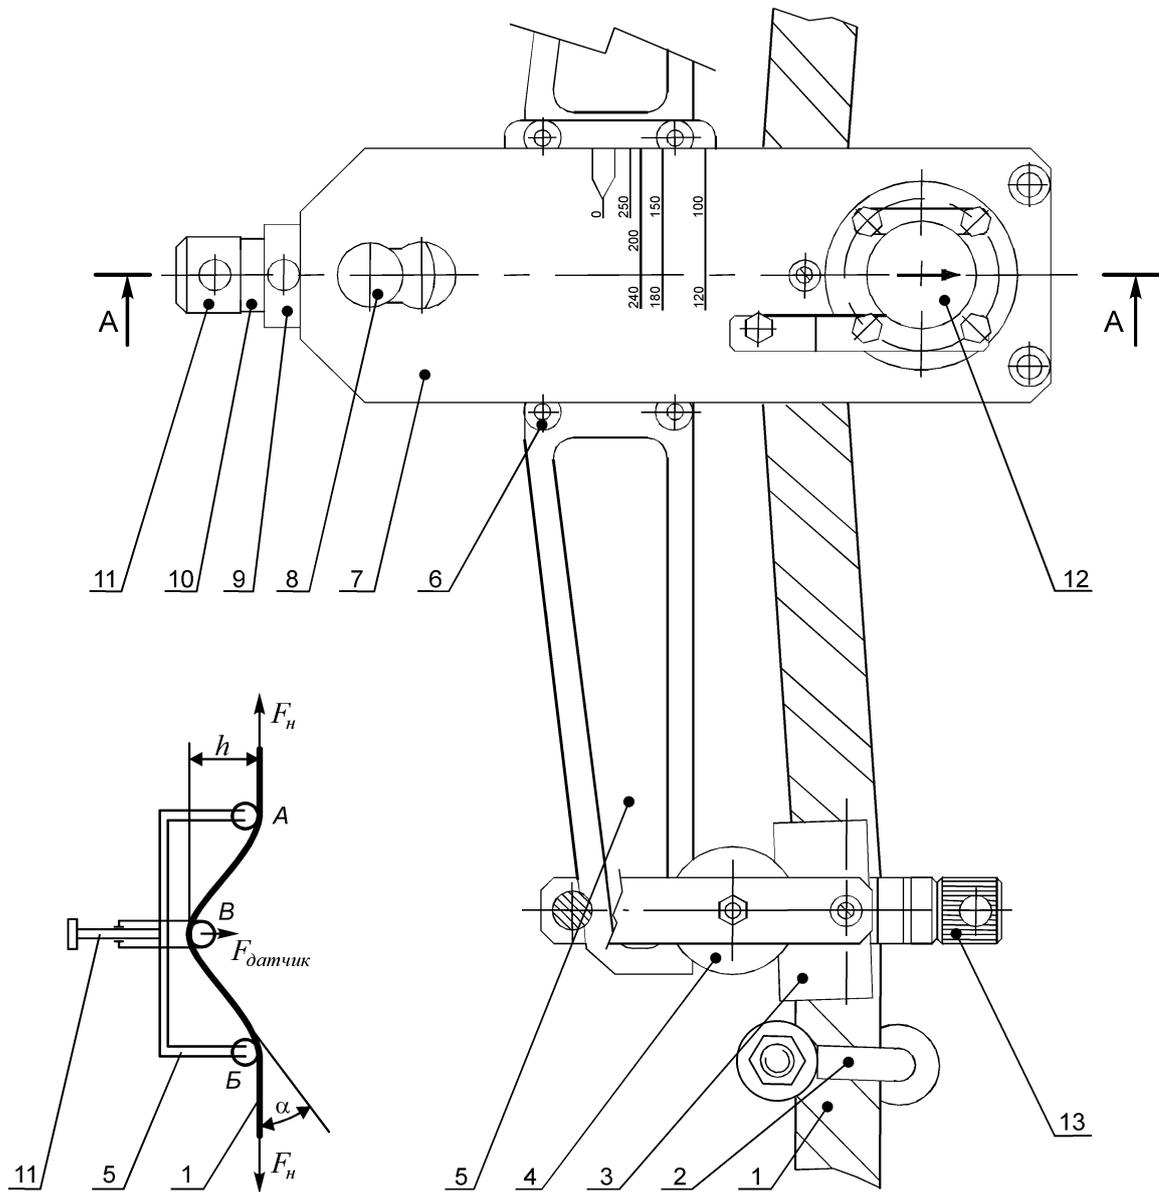
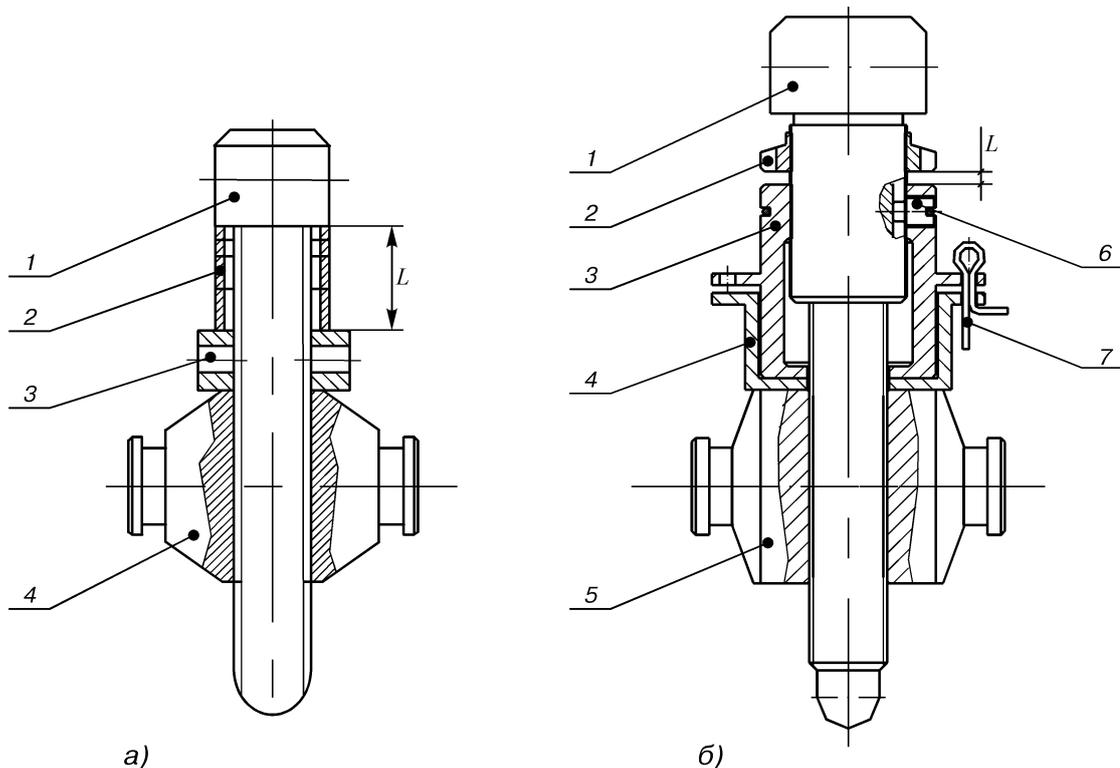

Рис. 1
Рис. 3
Устройство ДНК схематически показано на рис. 1 и 2 (на рисунках изображена модель ДНК-311-03). Отличие моделей ДНК-311-03 и ДНК-311-06 заключается в конструкции регулировочного винта. На рис. 3, а показан винт для ДНК-311-03, на рис. 3, б – винт для ДНК-311-06.
Определение веса на крюке буровой установки основано на измерении перпендикулярной составляющей $F_{датчик}$ натяжения неподвижного конца талевого каната 1 (рис. 1 и 2), прогнутом на первичном преобразователе усилий 12. Это позволяет монтировать датчик без рассечки каната. В точках А и Б талевый канат 1 через вкладыши 3 опирается на крайние ролики 4, установленные на концах балки 5, и прогибается в средней точке В на заданный угол α . Под весом бурового инструмента и талевой системы в канате возникают растягивающие усилия F_n , перпендикулярная составляющая которых $F_{датчик}$ действует на точку прогиба В. В этой точке канат опирается на вкладыш, который передает усилие на первичный преобразователь 12. В качестве первичного преобразователя в ДНК использован тензометрический преобразователь 4044ДСТ, имеющий диапазон измеряемых усилий от 0 до 30 кН. Угол преломления каната α определяется верхним пределом диапазона измеряемых усилий, возникающих в талевом канате, и в конечном счете зависит от грузоподъемности буровой установки и кратности полиспафта.
На рис. 3, а показана конструкция регулировочного узла для ДНК-311-03. Величина перемещения преобразователя для ДНК-311-03 ограничивается набором шайб 2, которые подкладываются под головку винта 1. С другой стороны шайбы фиксируются контргайкой 3. Суммарная толщина шайб выбирается таким образом, чтобы при полностью закрученном винте в корпус 4 обеспечивались требуемые смещение h средней линии каната и
На рис. 3, б показана конструкция регулировочного узла для ДНК-311-06. При настройке ДНК-311-06 величина перемещения преобразователя ограничивается гайкой 3, которая устанавливается и фиксируется на заданном расстоянии L от гайки 2. Положение гайки 2 на винте 1 определяется заводом-изготовителем. В этом положении гайка фиксируется от смещений заминанием кромок. Нижняя плоскость гайки 2 является базовой поверхностью, от которой измеряется расстояние L до гайки 3. Расстояние L между гайками выбирается таким образом, чтобы при полностью закрученном винте в корпус 5 обеспечивались требуемые смещение средней линии каната и угол преломления. Описание процедуры установки датчика на канате и его настройка описаны в разделе 2. Гайка 3 фиксируется от перемещения винтом 6. Шплинт 7 предназначен для предохранения винта от самоотручивания в ходе эксплуатации ДНК.
На неподвижном конце талевого каната ДНК фиксируется с помощью двух планок, которые закрывают внешние вкладыши 3 (рис. 1) и не позволяют канату выпадать из вкладышей. Хомут 2 устанавливается на канате ниже датчика и предотвращают «сползание» ДНК по канату в ходе эксплуатации.
Для гарантированной установки требуемого угла прогиба каната следует настроить регулировочный узел ДНК (рис. 3), который позволяет сохранять угол прогиба каната в ходе эксплуатации ДНК, а также при операциях демонтажа-монтажа ДНК. Методика настройки ДНК на требуемый диапазон измерений описана в методике поверки Г.404161.002ДЗ.
1. Определить базовое расстояние L (см. рис. 3), при котором смещение средней линии каната h равно нулю. Для этого:
- для ДНК-311-03 удалить с винта 1 (рис. 3, а) все шайбы 2. После этого контргайку 3 накрутить обратно на винт, как можно ближе к головке винта; для ДНК-311-06 переместить гайку 3 (рис. 3, б) вплотную к гайке 2;
- провести монтаж ДНК на неподвижном конце талевого каната; вкручивать руками регулировочный винт в корпус ДНК до тех пор, пока канат не коснется всех трех вкладышей 3 (см. рис. 1), при этом участок каната под ДНК должен оставаться прямолинейным, не допускаются изгибы каната;
- переместить, насколько возможно, контргайку 3 (см. рис. 3) от головки винта к корпусу;
- для ДНК-311-06 переместить гайку 3 (рис. 3, б) так, чтобы расстояние между гайками 2 и 3 было равно расчетному значению L' . Зафиксировать положение гайки 3 винтом 6.
Монтаж ДНК на канат производится в соответствии с рис. 1 и 2 следующим образом: